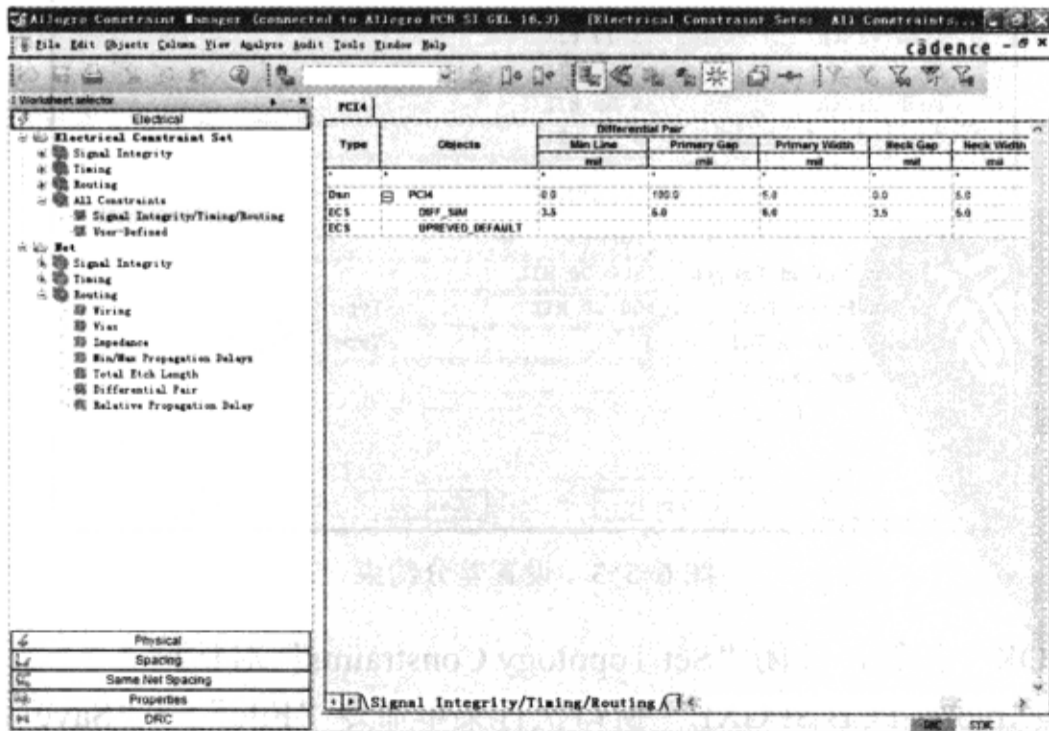

图 6-5-5 显示约束
(2) 在“Allegro Constraint Manager”窗口双击“Electrical Constraint Set”→“All Constraints”前的表格符号，如图 6-5-5 所示→“All Constraints”表格的“Objects”栏列出的“DIFF\_SIM”→拖动工具条到右边，可以查看在 ECSet 定义的所有约束。